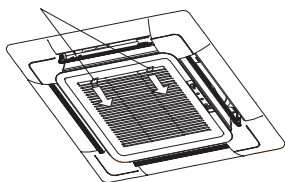
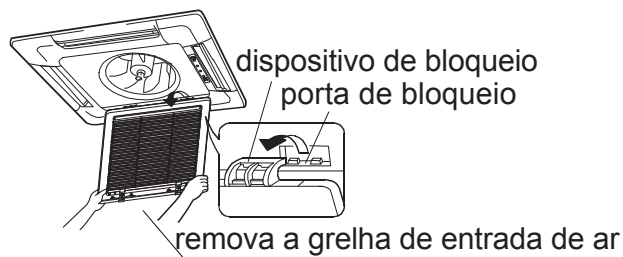

Fig. 1
Fig. 2
1. Remova a grelha de entrada de ar como mostrado na figura: pressione as duas travas na grelha (como mostrado na Fig. 1) para movê-la para a grelha, levante-a suavemente em 45 graus (como mostrado na Fig. 2). e depois remova a grelha de entrada de ar.